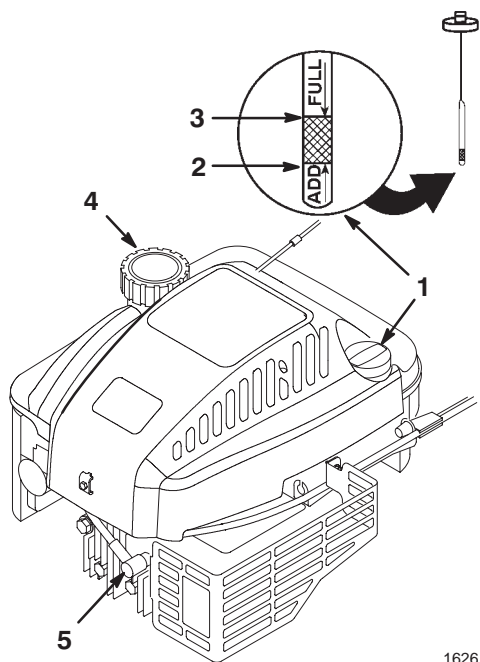

Bild 7
Stellen Sie vor jedem Einsatz sicher, dass der Ölstand zwischen den Marken *Add [Nachfüllen]* und *Full [Voll]* am Peilstab steht (Bild 7).
2. Reinigen Sie den Bereich um den Peilstab (Bild 7).
6. Lesen Sie den Ölstand am Peilstab ab (Bild 7).
1. Reinigen Sie den Bereich um den Kraftstofftankdeckel (Bild 7).
1. Schließen Sie das Zündkabel wieder an die Zündkerze an (Bild 7).